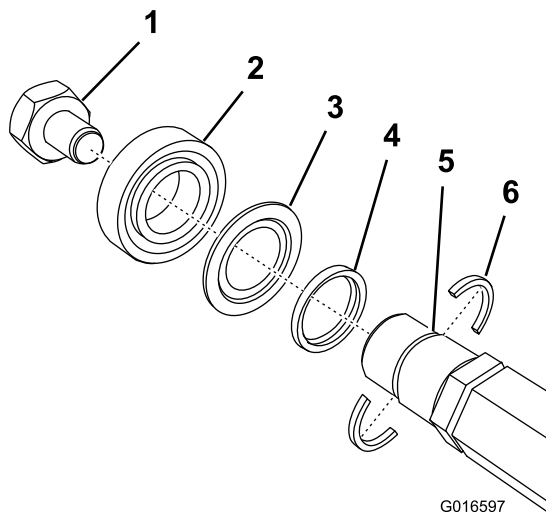

Рисунок 5
**Внимание:** Перед установкой подшипника на барабан убедитесь в том, что установлены 2 упора вала и проставка (Рисунок 5). Затяните гайки с кольцевыми вставками с моментом 136 Н•м.